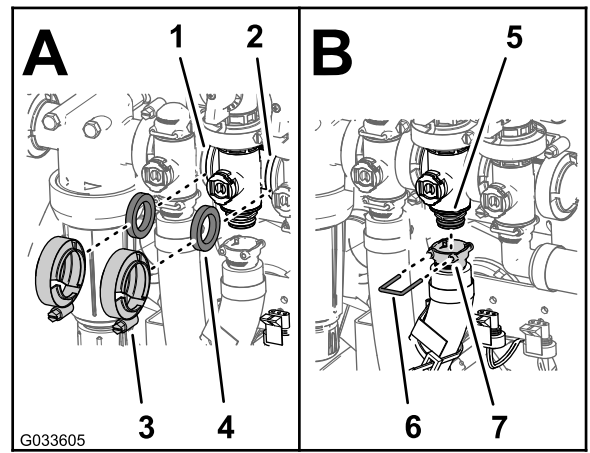

图 128
2. 用凸缘夹具组装搅拌旁通阀、垫片和搅拌阀歧管并用手紧固图 128。